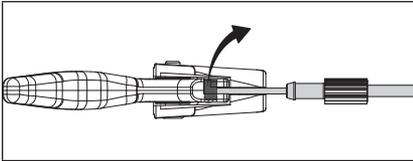

Figure 77
7. Décrochez le connecteur. (Fig. 77)